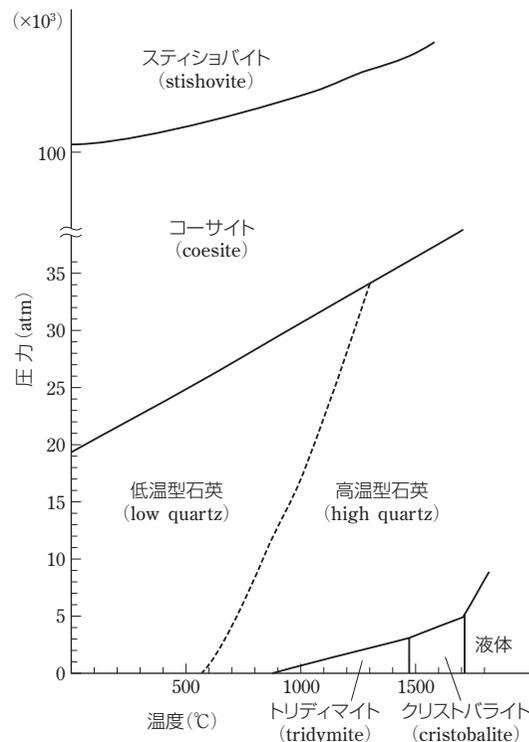
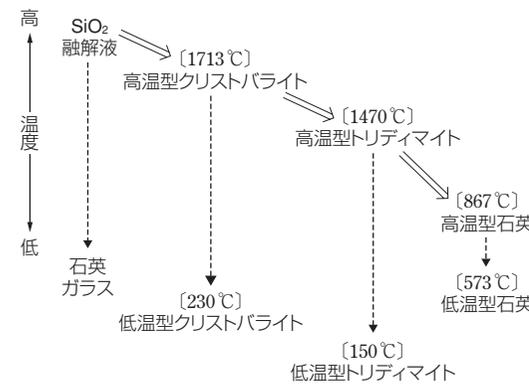
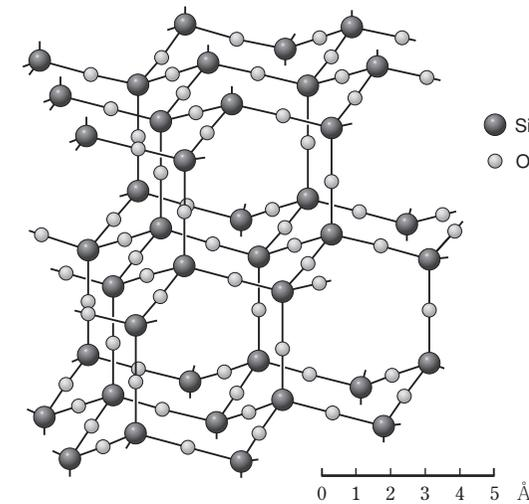

図3  $\text{SiO}_2$  の相図(状態図)
図4  $\text{SiO}_2$  融解液の冷却速度と転移の関係
図5 高温型クリストバライトの構造
高温型のクリストバライト(図5)は、Si-O-Si結合角が  $180^\circ$  (最大)のため、 $\text{SiO}_2$  の結晶中では最低の密度  $2.2\text{g/cm}^3$  を示す。
高温型のクリストバライトは、温度が下がると速やかに低温型のクリストバライトに転移する(図4)。両者は、結晶の基本構造が同じであるが、低温型ではSi-O-Si結合角が  $180^\circ$  よりもやや小さく、高温型に比べて結晶格子がやや押しつぶされた格好となり、その密度は  $2.3\text{g/cm}^3$  とやや増加する。
多形を示す物質が、各温度・圧力において、どの構造が最も熱力学的に安定に存在するかを示した図を**相図(状態図)**という。 $\text{SiO}_2$  の相図を図3に、 $\text{SiO}_2$  融解液の冷却速度と転移の関係を図4に示す。
高温型のトリディマイトもクリストバライトと同様に、温度が下がると速やかに低温型のトリディマイトに転移する(図4)。両者は、結晶の基本構造が同じであるが、低温型ではSi-O-Si結合角が  $180^\circ$  よりもやや小さく、高温型に比べて結晶格子がやや押しつぶされた格好となり、その密度は  $2.3\text{g/cm}^3$  とやや増加する。
1atmでSiO2融解液を冷却していくと、図3によると、クリストバライト→トリディマイト→石英のように転移するはずであるが、これらの転移は、Si-O結合の切断など原子配列の大きな変化を伴うため、水分(熱水)の存在しない常圧下では起こりにくい。その結果、もとの結晶形が準安定状態のまま存在することが多い。
また、SiO2の融解液を急速に冷却した場合、まったく転移は起こらず、SiO4四面体は不規則な配列をしたまま固化し、非晶質の石英ガラスとなってしまう(図4)。
- 図3、図5、図6 岩波書店「鉱物学」(森本信男・砂川一郎・都城秋穂)
- 図4 東大出版会「造岩鉱物学」(森本信男)